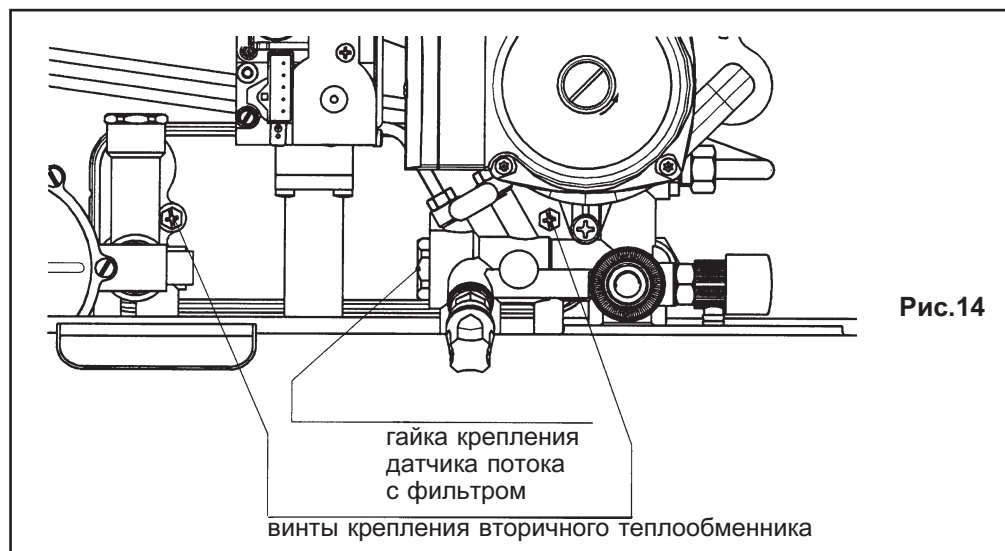

Рис.14
- отвинтите два винта (прямо перед вами), крепящие теплообменник ГВС, и выньте его (рис.14).
- отверните гайку на блоке датчика потока воды (рис.14)